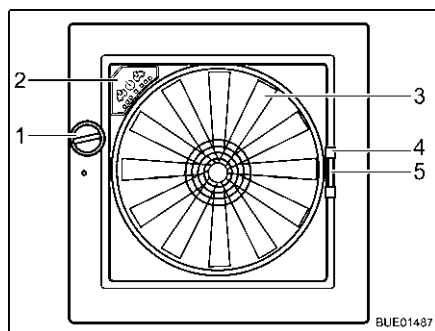

Fig. 124 Claraboya Omni-Vent
- Girar el botón giratorio (Fig. 124,1) hasta alcanzar el ángulo de apertura deseado.
- Girar el botón giratorio (Fig. 124,1) hasta que la claraboya esté completamente cerrada.
- Tirar del tirador (Fig. 124,4) de la protección contra insectos hacia el lado opuesto del marco.
- Comprimir el tirador (Fig. 124,5) del oscurecedor.
Ventilador Cuando la claraboya está abierta, el interior se puede ventilar y purgar de aire con el ventilador de 6 niveles (Fig. 124,3). El ventilador se maneja a través del cuadro de mando (Fig. 124,2).